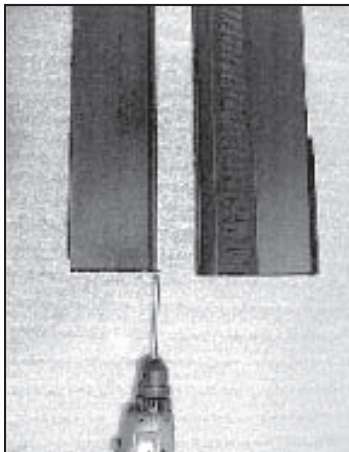

Figure 26.1
2. Installez (1) une vis 4 x 9 mm (8-32 x 3/8 po) dans la languette inférieure du panneau latéral **Figure 26.1**.